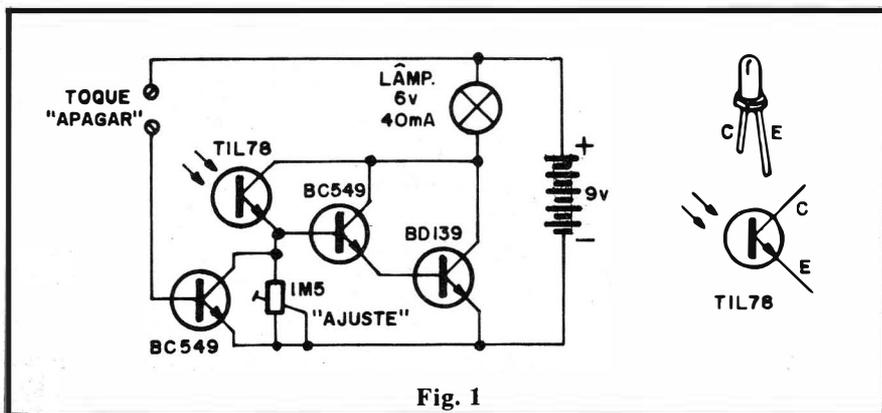

Fig. 1
- **FIG. 1** - "Esquema" do circuito da LAMA. O foto-transistor TIL78, o segundo BC549 e o BD139 formam um poderoso amplificador, num arranjo "tri-Darlington" de elevadíssimo ga-
lâmpada/foto-transistor, a lâmpada acende, assumindo, daí para a frente, o papel de "excitadora luminosa" do foto-transistor! Com isso o **fósforo** que "disparou" o processo pode ser removido ou apagado, que o circuito se manterá na condição, já que a luz necessária ao seu funcionamento é proveniente do seu próprio funcionamento! Para simular o "apagamento com um sopro" existem dois contatos "secrets" (toque "apagar") formados por desprezíveis parafusos que, ao serem "curto-circuitados" pela resistência da pele de um dedo do operador, permitem a passagem de corrente de polarização de base para o **primeiro** BC549, o qual entrando em condução, "aterra" o terminal de **base** do segundo BC549, "cortando" este transistor e, conseqüentemente, "cortando" também o BD139, promovendo assim o "apagamento" da lâmpada controlada! Assim que esta se apaga, deixa de incidir luminosidade mais intensa sobre o TIL78, com o que todo o circuito se coloca na condição de "desativado", aguardando novo "acendimento mágico" por um **fósforo**... O **trim-pot** de 1M5 em paralelo com o primeiro BC549 permite um ajuste de sensibilidade capaz de adequar o funcionamento da LAMA a qualquer condição de luminosidade ambiente normal (explicações sobre esse fácil ajuste, mais à frente...). Ainda na FIG. 1 temos a aparência e o símbolo do foto-transistor TIL78, devendo o Leitor notar que o componente se parece **muito** com um